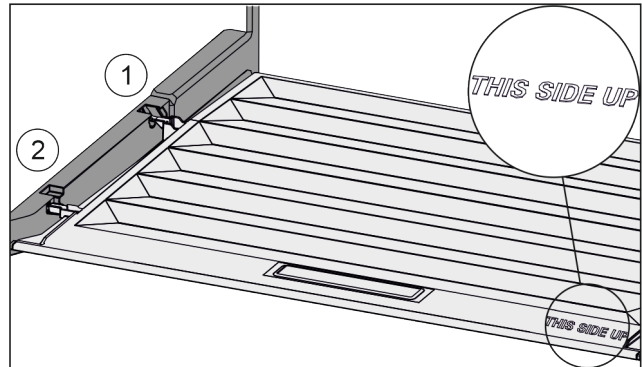

Fig. 68
- ▶ Вставить поперечные ребра крышки через отверстие заднего держателя Fig. 68 (1) и защелкнуть спереди в держателе Fig. 68 (2).